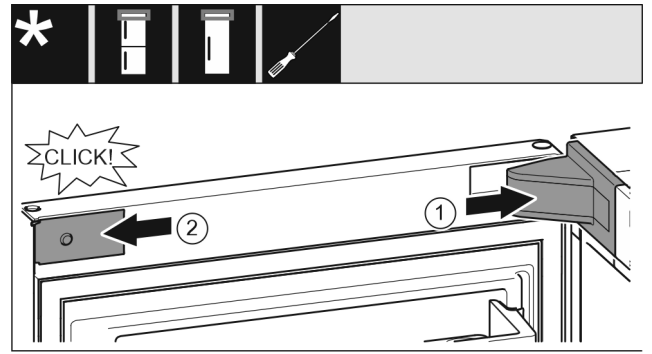

Fig. 21
- ▶ Aseta laakeripukin suojus paikalleen, anna sen lukittua ja paina osia tarvittaessa varovasti erilleen toisistaan. Fig. 21 (1)
- ▶ Aseta paneeli sivuttain kohdalleen ja lukitse se paikalleen. Fig. 21 (2)